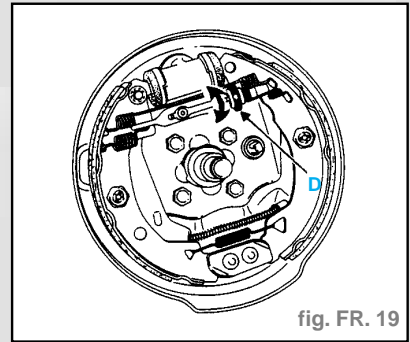

fig. FR. 19
- Vérifier le fonctionnement du système de rattrapage de jeu automatique en agissant en rotation sur le secteur cranté (D) (s'assurer qu'il tourne bien dans les deux sens), puis le détendre de 5 à 6 dents (fig. FR. 19).